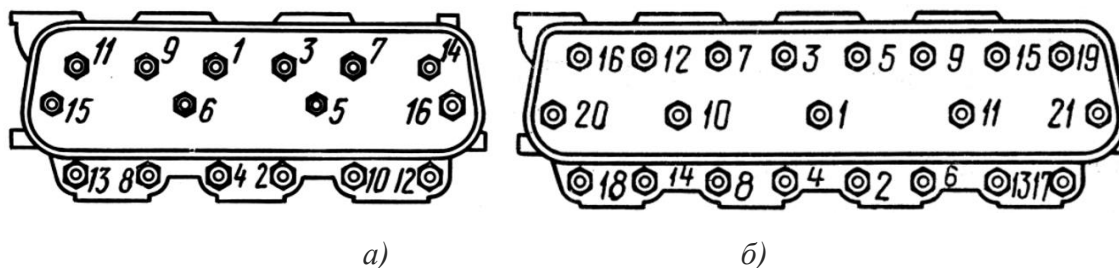

Рисунок 3.41. Последовательность затяжки гаек шпилек крепления головок цилиндров
- ▶ Проверить момент затяжки гаек шпилек крепления головок цилиндров и, при необходимости, подтянуть их динамометрическим ключом моментом 240-260 Н·м (24-26 кгс*м) в порядке, указанном ниже, см. рис. 3.41.